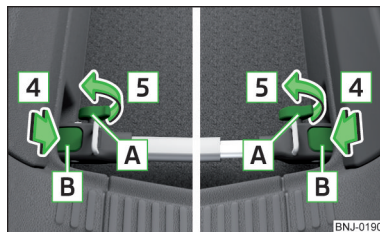

Fig. 111 Montering af tværvange: Sådan skrues skrue fast.
- Tryk holderne B » Fig. 111 i pilens retning 4, indtil du kan høre, at de går i hak.